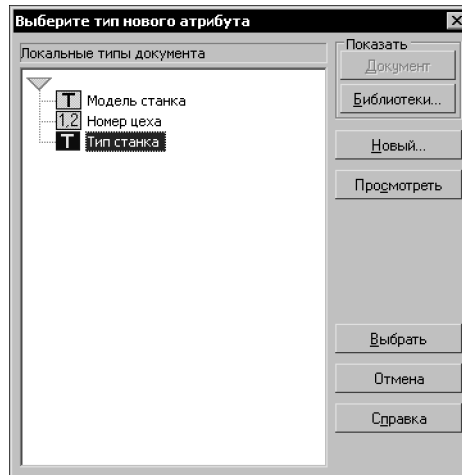

Рис. 69.2. Диалог выбора типа атрибута
3. Нажмите кнопку **Новый...** для вызова диалога выбора типа атрибута (рис. 69.2).